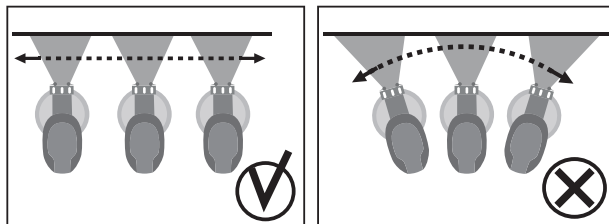

Рис. 4
1. Установите распылитель на расстоянии 25-30 см от окрашиваемой поверхности. Включите изделие, сначала нажав кнопку включения компрессора, затем курок выключателя (1).
**Примечание!** Расхода материала определяется регулятором (2). Равномерно ведите изделие вдоль окрашиваемой поверхности, держа распылитель перпендикулярно ей. В процессе работы не отклоняйте изделие от перпендикулярного положения (Рис. 4).
2. По окончании работы выключите изделие, отпустив курок (7) и выключив компрессор кнопкой (1). Отключите изделие от сети.